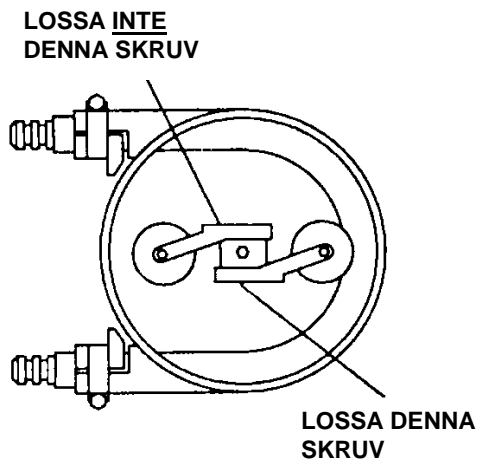

Fig. 3
3. Placera tryckrullarna som i fig. 3.
4. Lossa fästskruven(arna) på beslaget vars tryckrulle pressar samman slangen. Se fig. 3. För att upprätthålla korrekt inställning av sammanpressningen av slangen, **RÖR INTE** den andra rullens beslag.